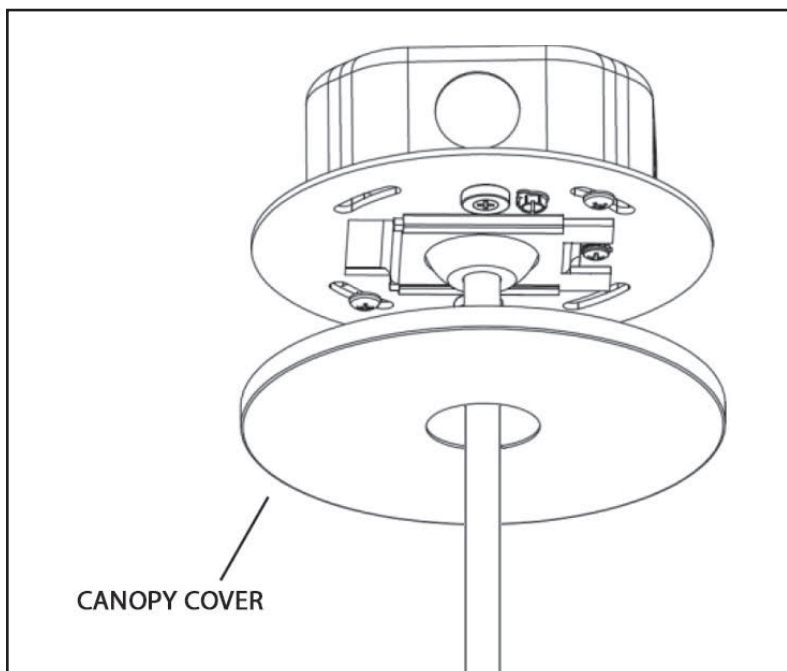

Figure 10
14. Prenez l'assemblage de l'étape 2, puis insérez, en angle, la plaque de montage à demi-bille dans la plaque transversale ronde. Poussez le côté restant vers le haut et glissez-le en place. Utilisez la vis de blocage pour les fixer en place. (Figure 10)